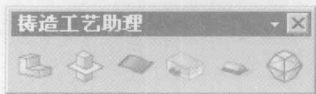

图 1.3.4 “铸造工艺助理”工具条
- W (铸造工艺助理): 用来激活“铸造工艺助理”工具条 (图 1.3.4), 主要在设计浇铸件时使用。